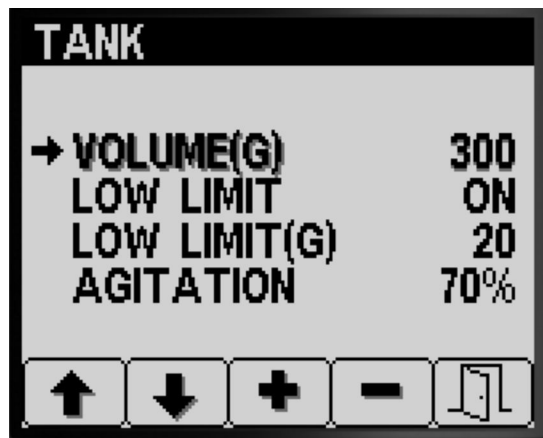

Figura 12
2. Prima os botões 3 ou 4 para aumentar ou baixar o valor do volume de químicos no depósito do pulverizador (Figura 12).
1. Prima o botão 1 ou 2 para navegar para a opção VOLUME DO DEPÓSITO (Figura 12).